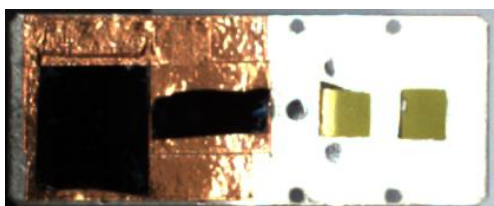

图 8 平面固体和薄膜样品黏贴示意图
- (2) 平面固体和薄膜样品: 使用双面胶直接粘贴在样品托上(根据样品导电性不同, 选择导电胶带或绝缘胶带), 如图 8 所示。